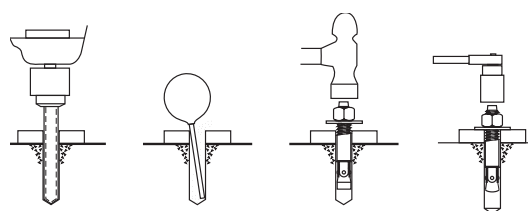

Fig. 2
- Apriete los tornillos de los anclajes con una llave dinamométrica (Fig.2).